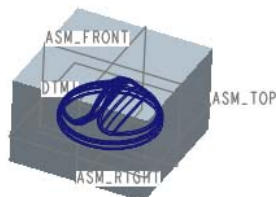

图 11.16 切出参考模型
Step3. 将模型调整到图 11.16 所示的视图方位。先将鼠标指针移至模型中的目标位置，即图 11.16 中的表面附近，右击，然后在系统弹出的快捷菜单中选择 从列表中拾取 命令。
Step4. 在系统弹出的对话框中选择 **MICRO-OVEN_SWITCH.PRT** 选项, 此时图 11.16 中的参考模型会加亮。最后, 在“从列表中拾取”对话框中单击 **确定 (O)** 按钮。